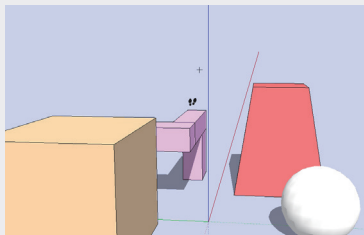
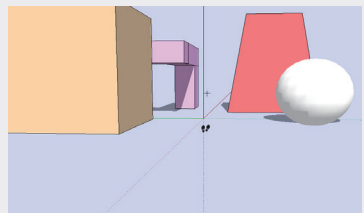

图3-131
图3-132
- 02 按住Shift键上、下拖动鼠标，则可以升高或降低相机的视点，如图3-131和图3-132所示。